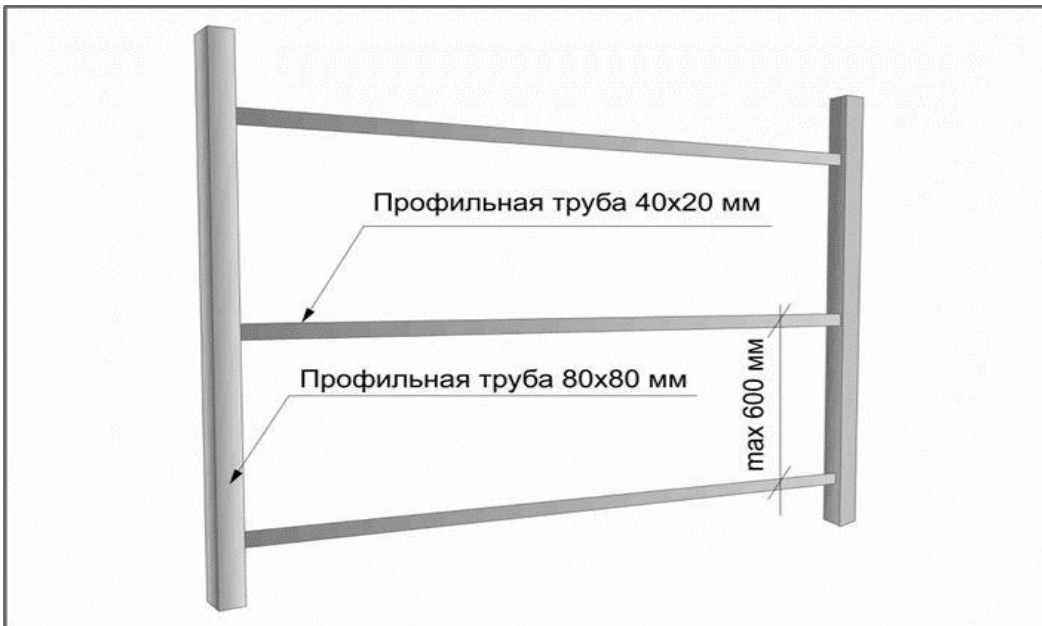

Рис. 5
- Расстояние между направляющими не должно превышать 600 мм. (Рис. 5)